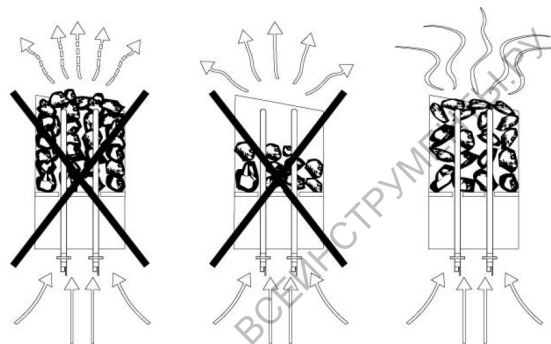

Рис.4. Схема укладки камней
6.6. **КАМНИ**, используемые для каменки, должны выдерживать большие температурные колебания, не выделять запаха и пыли (специально предназначенные для использования в каменке). Лучшие камни - базальты, диабазы, габбро-диабазы и перидотиты фракций 5-10см. Перед укладкой их необходимо обмыть. Процесс укладки показан на рис.4.